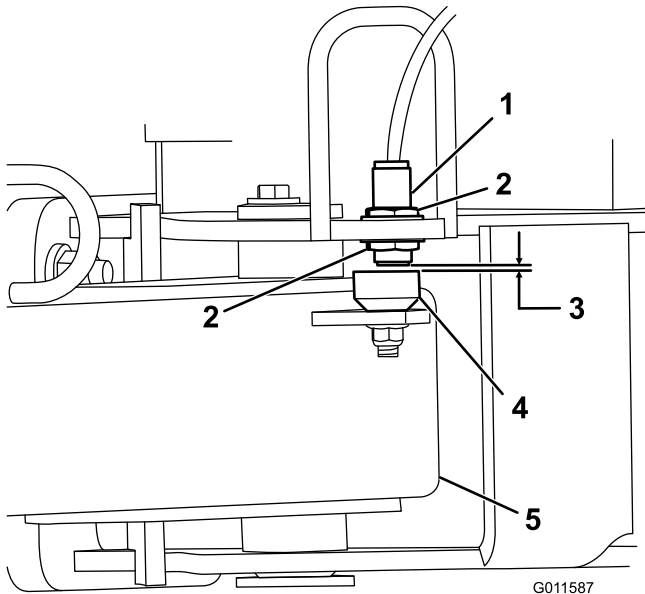

Figura 4
5. Allentate i controdati che fissano l'interruttore di prossimità al telaio e abbassate l'interruttore fino a posizionarlo a 2,6 - 4,0 mm dalla piastra di rilevamento presente sul timone di traino (Figura 4). Serrate i controdati per fissare la regolazione.